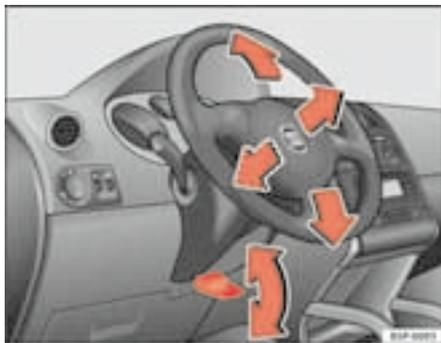

Fig. 127 Ajuste de la posición del volante
- Tire hacia abajo de la palanca ⇒ fig. 127 situada debajo de la columna de dirección ⇒ ⚠.